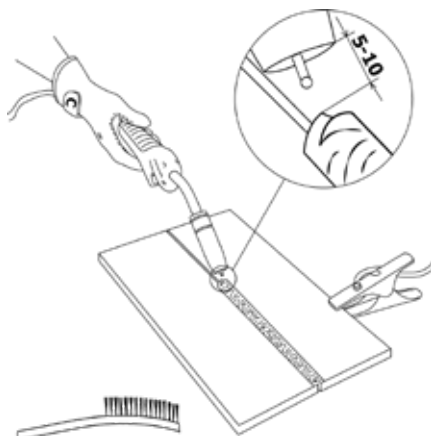

Рис. 9.20. Перед началом работы.
17. Начинайте сварочный процесс. (См. рис. 9.20)
Перед началом работы не забудьте проверить следующее (См. рис. 9.20):